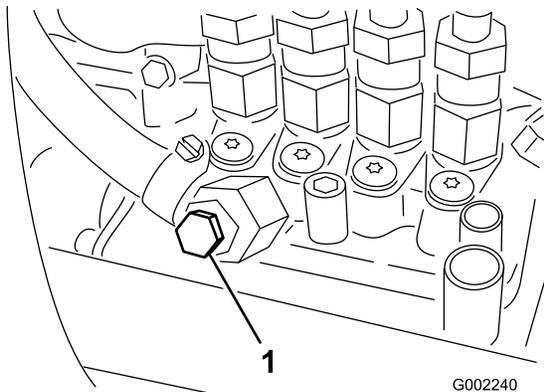

Figura 45
7. Aprite la vite di sfianto sulla pompa d'iniezione (Figura 45).